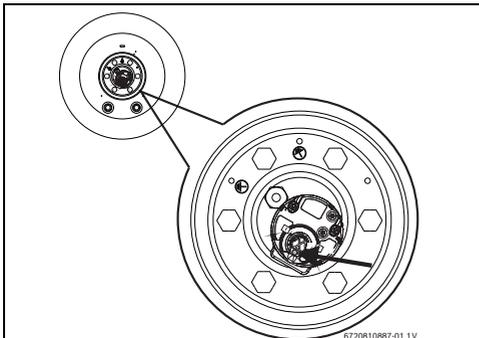

Fig. 14 Botón de rearme
- ▶ Presionar completamente el botón de rearme (Fig. 14).